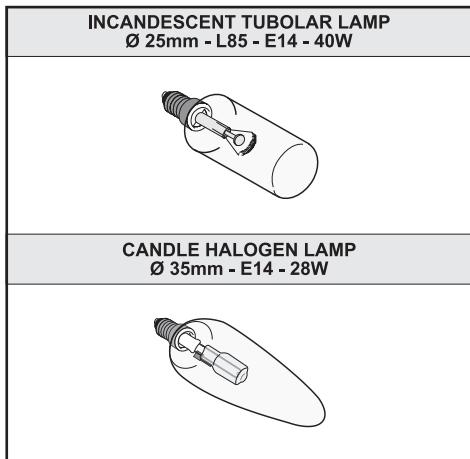

Fig.8
**• Sostituzione delle lampade a incandescenza/ alogene (Fig.8):**